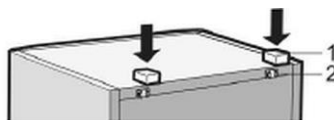

Fig. 2
8. Ta de två strävorna (1) och sätt in dem i styrskenorna (2) i den övre delen av den bakre väggen (fig. 2).